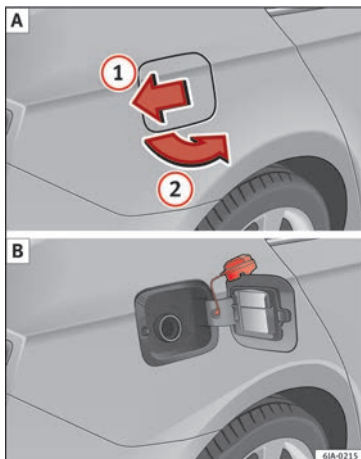

Fig. 107 Parte traseira do veículo, lado esquerdo: tampa do depósito/tampa do depósito com o tampão desrosnecado.
Num autocolante colado no lado interior da tampa do depósito, é indicado o tipo de combustível adequado ao seu veículo, bem como o tamanho dos pneus e a pressão correta dos mesmos »» Fig. 107 .
- Faça pressão sobre a tampa do depósito, no sentido da seta ① » Fig. 107.
- Abra a tampa no sentido da seta ②.
- Desrosque o tampão de fecho do depósito para a esquerda e coloque-o em cima da tampa do depósito » Fig. 107 [B].
bre a tampa do depósito no sentido da seta ① » Fig. 107.